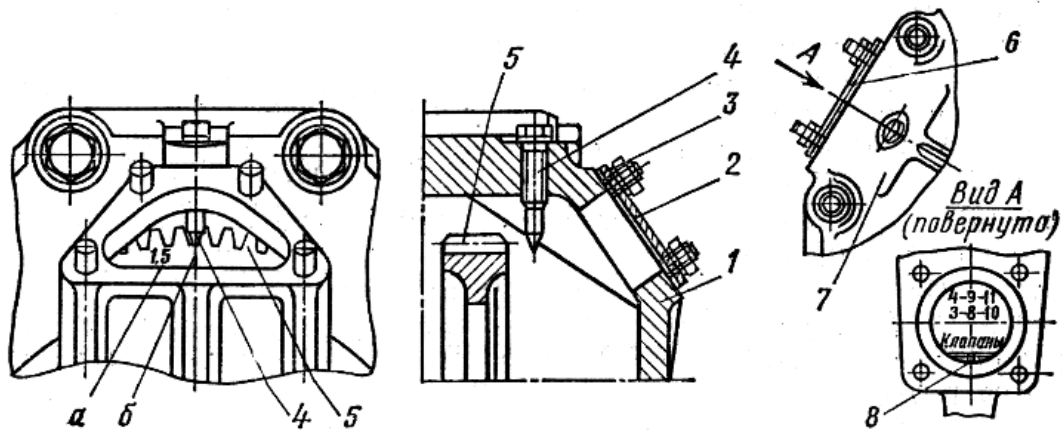

Рисунок 3 - Вид на метки для регулировки клапанного механизма двигателя ЯМЗ-240Б:
- снять крышку 2 (рисунок 3) смотрового люка, находящуюся на картере маховика. Совмещение определенной риски с указателем определяет положение, при котором можно регулировать зазоры в клапанном механизме на нужном цилиндре;